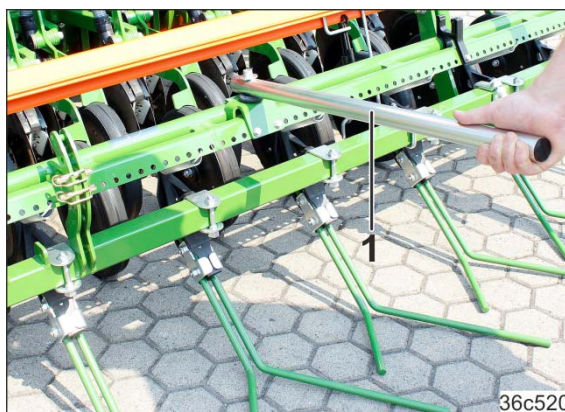

Fig. 194
1. Stram trekfjærene til langfingerharven med spaken (Fig. 194/1).